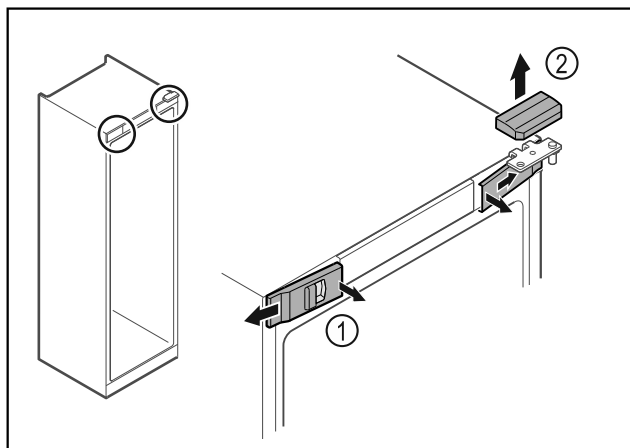

Fig. 14
- Deblocați apărătorile frontale din interior Fig. 14 (1) și detașați-le în lateral.
- Scoateți în sus Fig. 14 (2) apărătoarea.